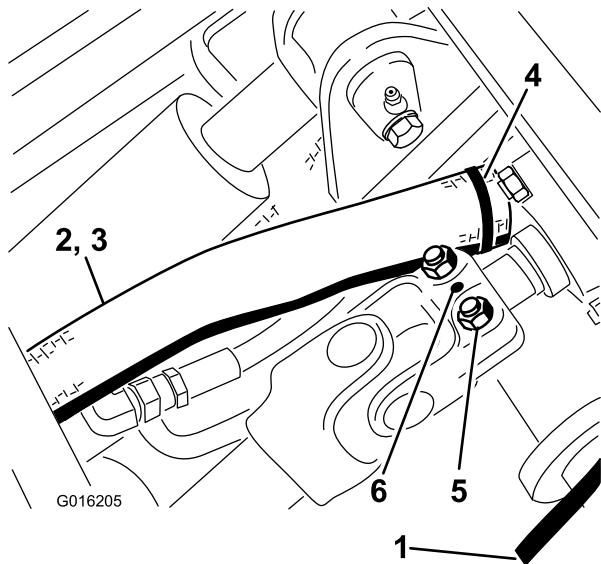

Figura 112
22. Conecte el árbol de transmisión al eje de la caja de engranajes del bastidor de invierno, y apriete los pernos (5/16 pulgada) a 20–25 N·m (175-225 pulgadas-libra). Instale el pasador cilíndrico (Figura 112).